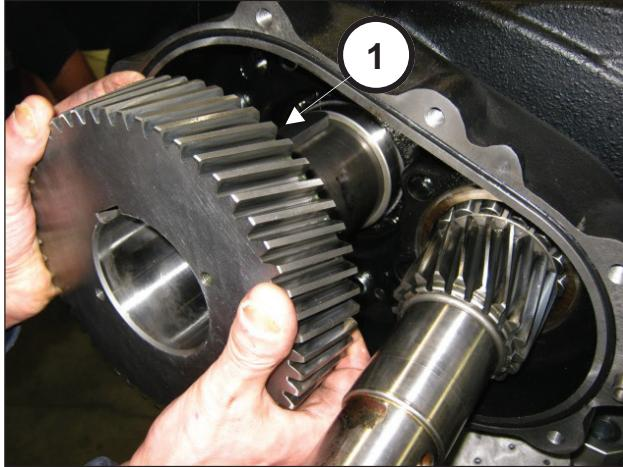

Fig. 66
Introducir la corona en el eje (pos. ①, Fig. 66) a fondo utilizando un extractor de percusión (pos. ②, Fig. 67).